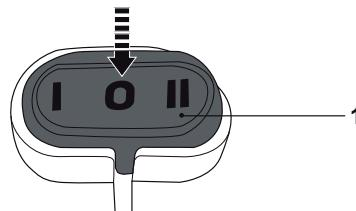

Fig. 17
- > Certifique-se de que o interruptor On/off (1) está na posição off O (Fig. 17).